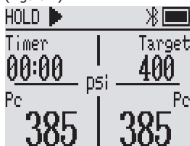

Figura 2 Ingrese a la interfaz de prueba de presión de retención
2. Introduzca la prueba de presión de mantenimiento: presione el  y  botón en el mismo tiempo, la esquina superior izquierda de la ventana muestra HOLD (Figura 2).